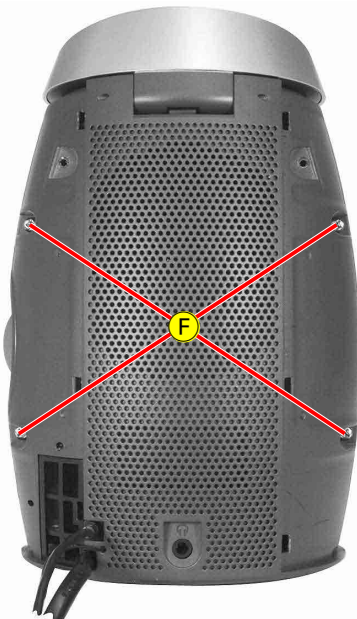

Fig. 4
- 4 Schrauben **F** (Fig. 4) herausdrehen.
- Undo 4 screws **F** (Fig. 4).